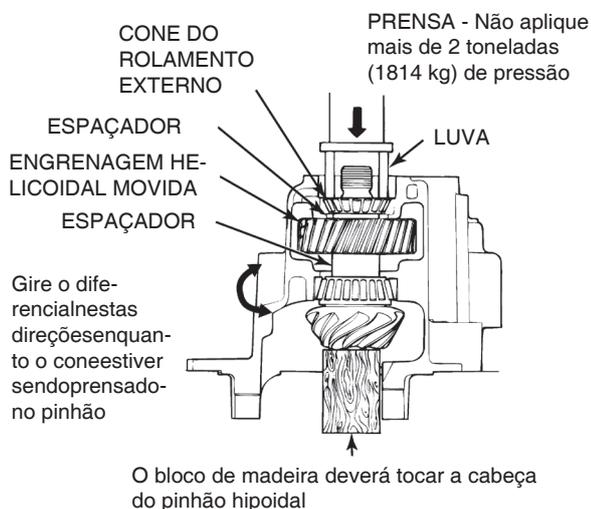

Figura 5.15
17. Coloque um bloco de madeira sob a cabeça do pinhão trativo de modo que o cone do rolamento interno no pinhão toque a capa do rolamento interno na caixa do diferencial. Remova os suportes da caixa do diferencial. Figura 5.15.
20. Instale o cone do rolamento externo no corpo do pinhão trativo. Figura 5.15.